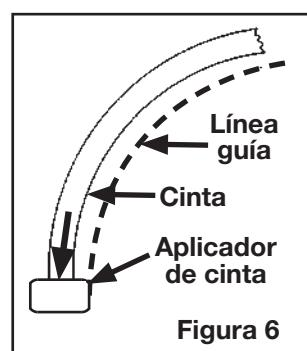

Figura 6
**Nota:** Para líneas curvas, aplique la cinta lentamente alrededor del arco de la curva (**Figura 6**).